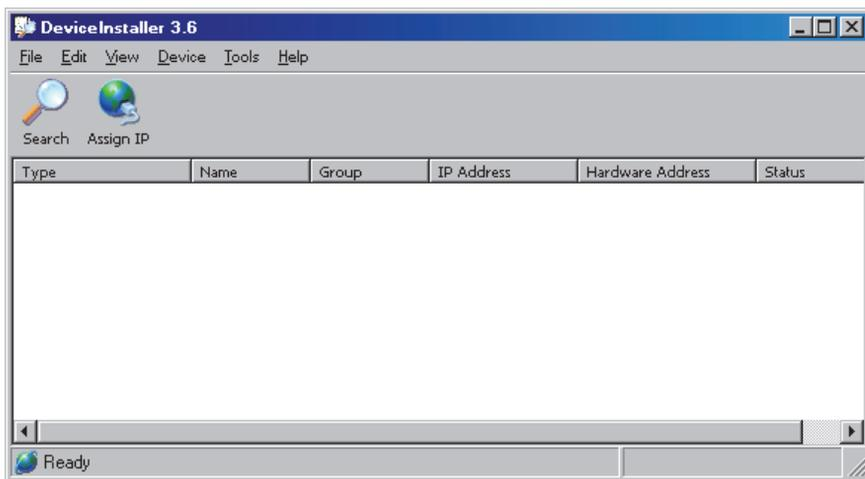

Abbildung 151: Geräte können installiert werden
11. Klicken Sie im Dialogfeld DeviceInstaller (Abbildung 151) auf das Symbol Upgrade .
1. Klicken Sie im Dialogfeld DeviceInstaller (Abbildung 151) auf das Lantronix-Gerät, dessen IP-Adresse Sie ändern möchten.